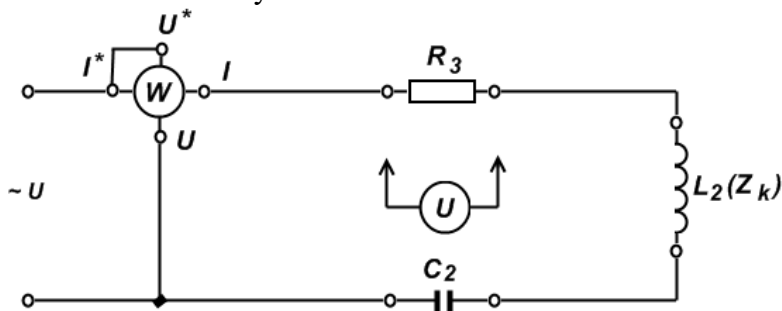

Рис. 3.Схема для исследования последовательной цепи переменного тока, содержащей резистор, индуктивную катушку и конденсатор.
8. Собрать электрическую схему (рис. 3) и представить на проверку преподавателю. ЛАТР вывести в нулевое положение.